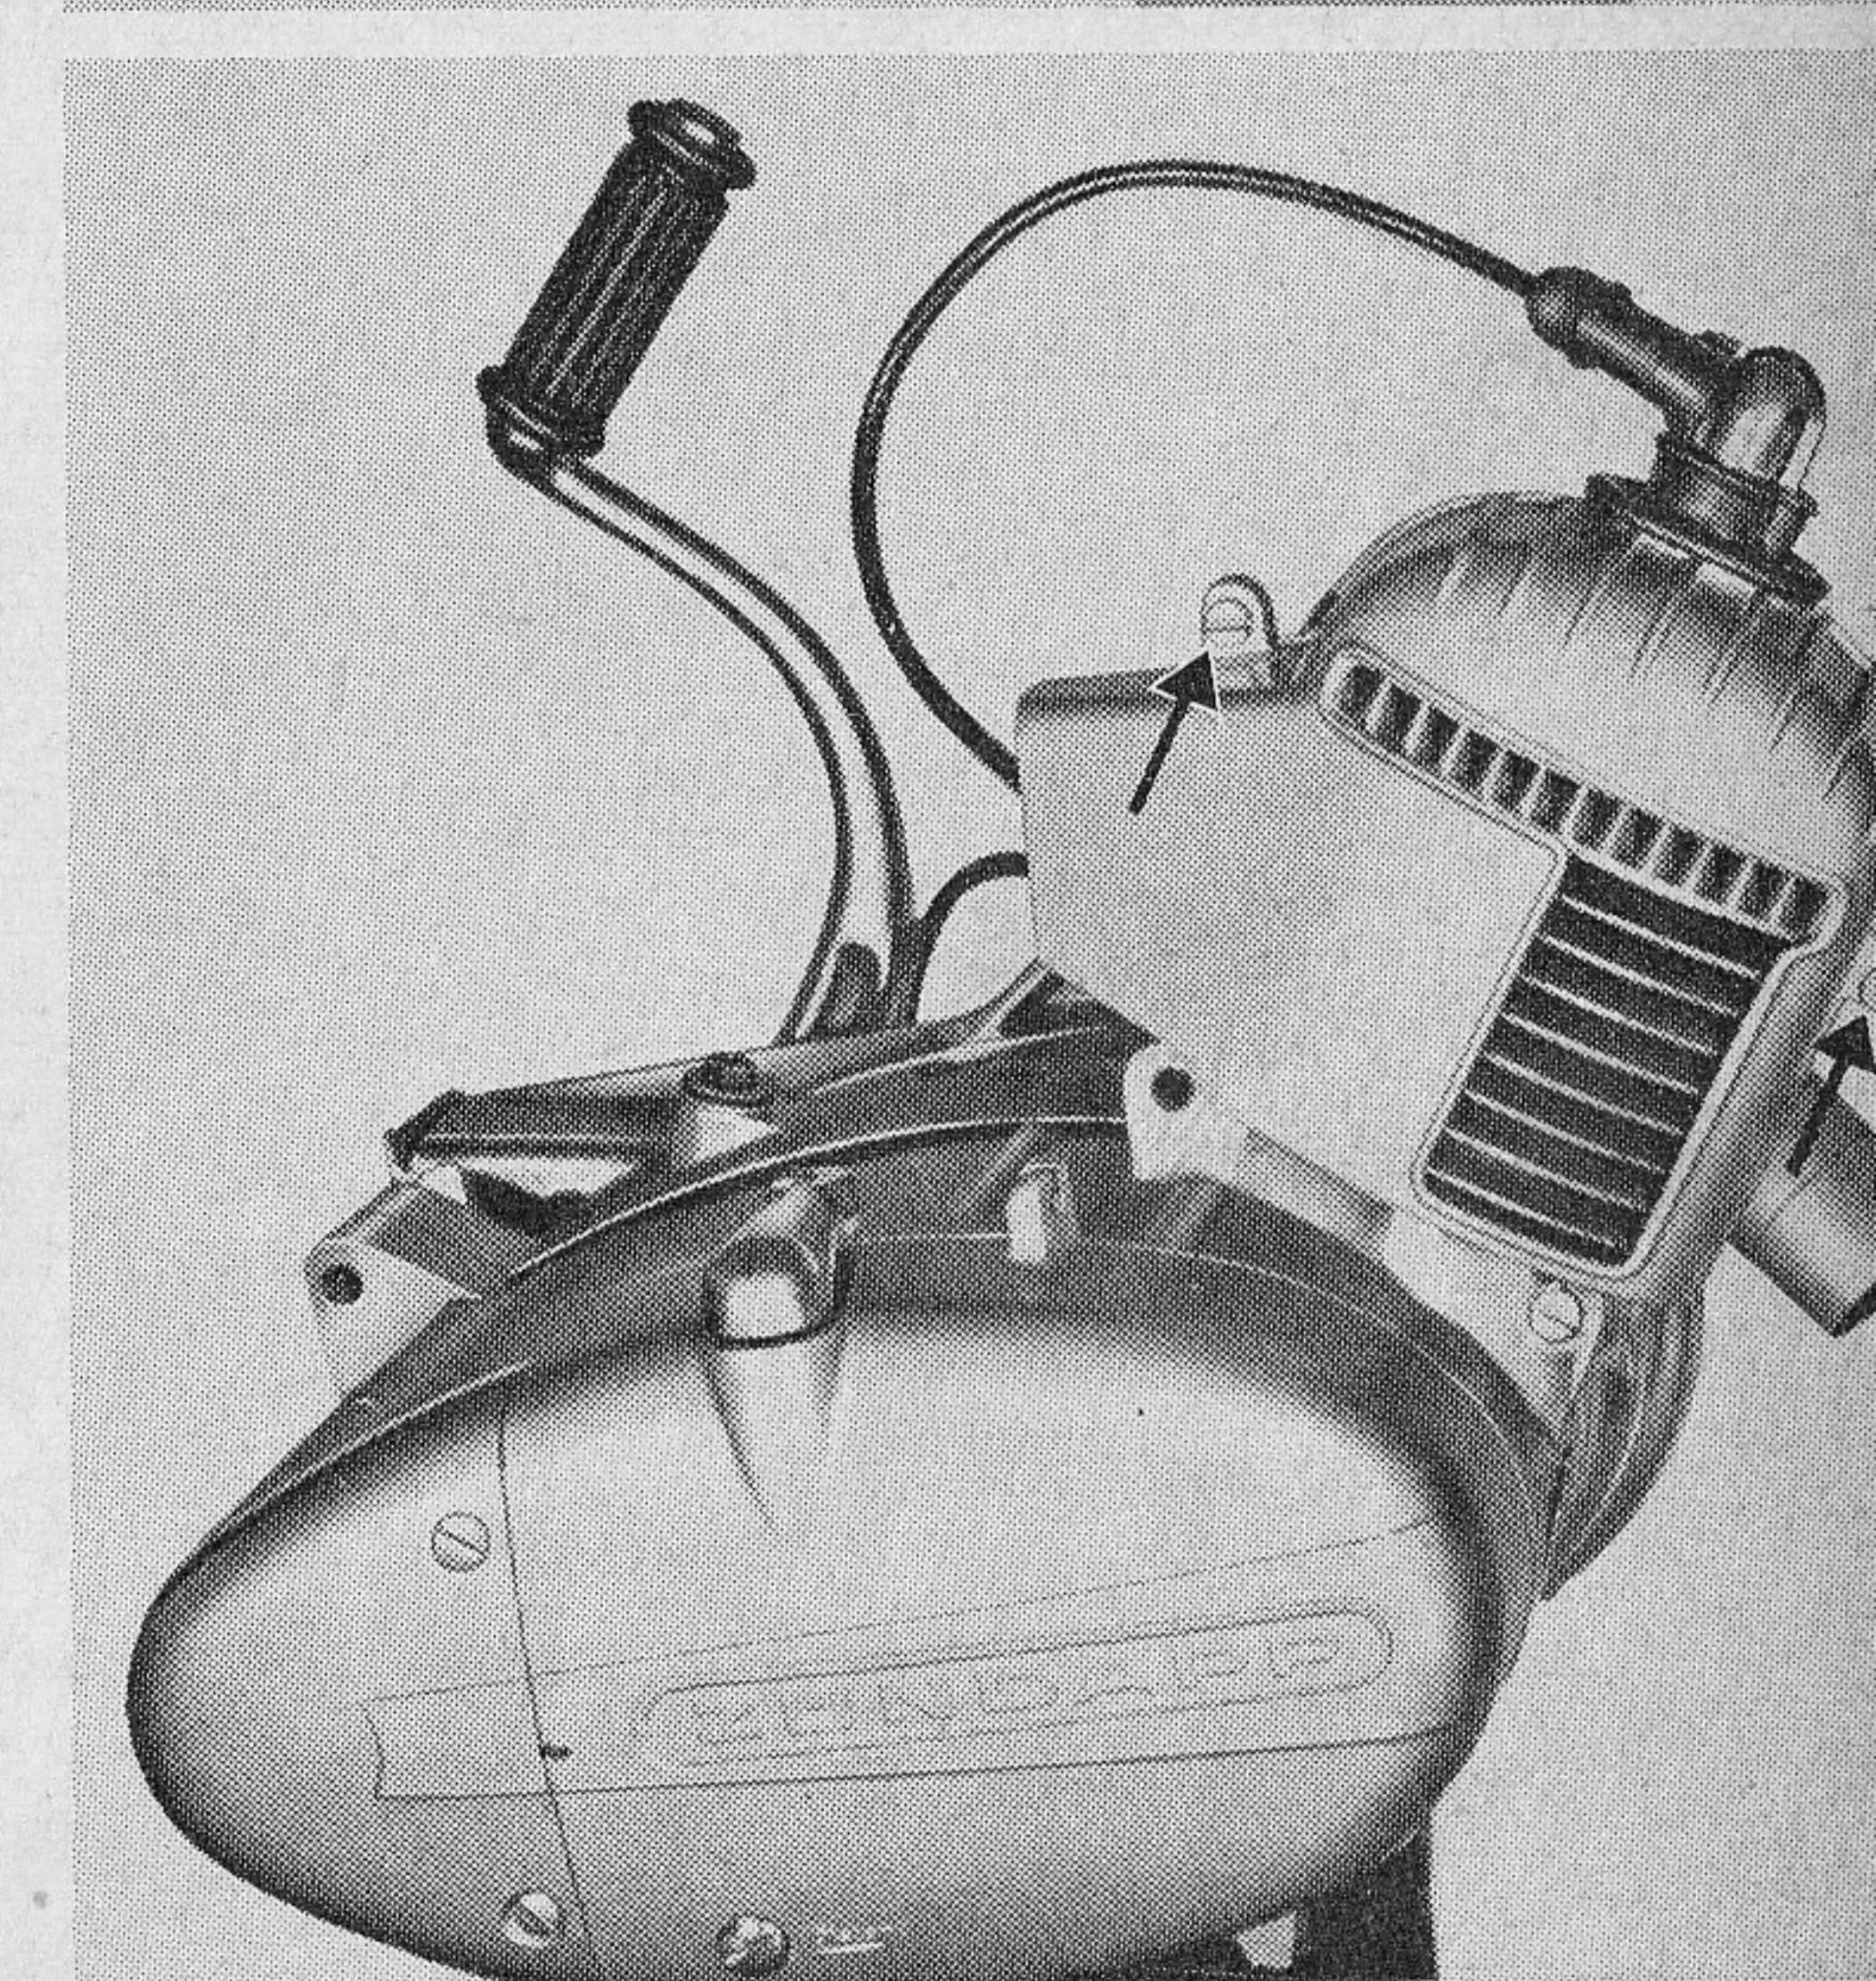

Bild 99
**Achtung!** In der Lüfterkappe müssen sich 2 Gummipuffer befinden (Bild 99).